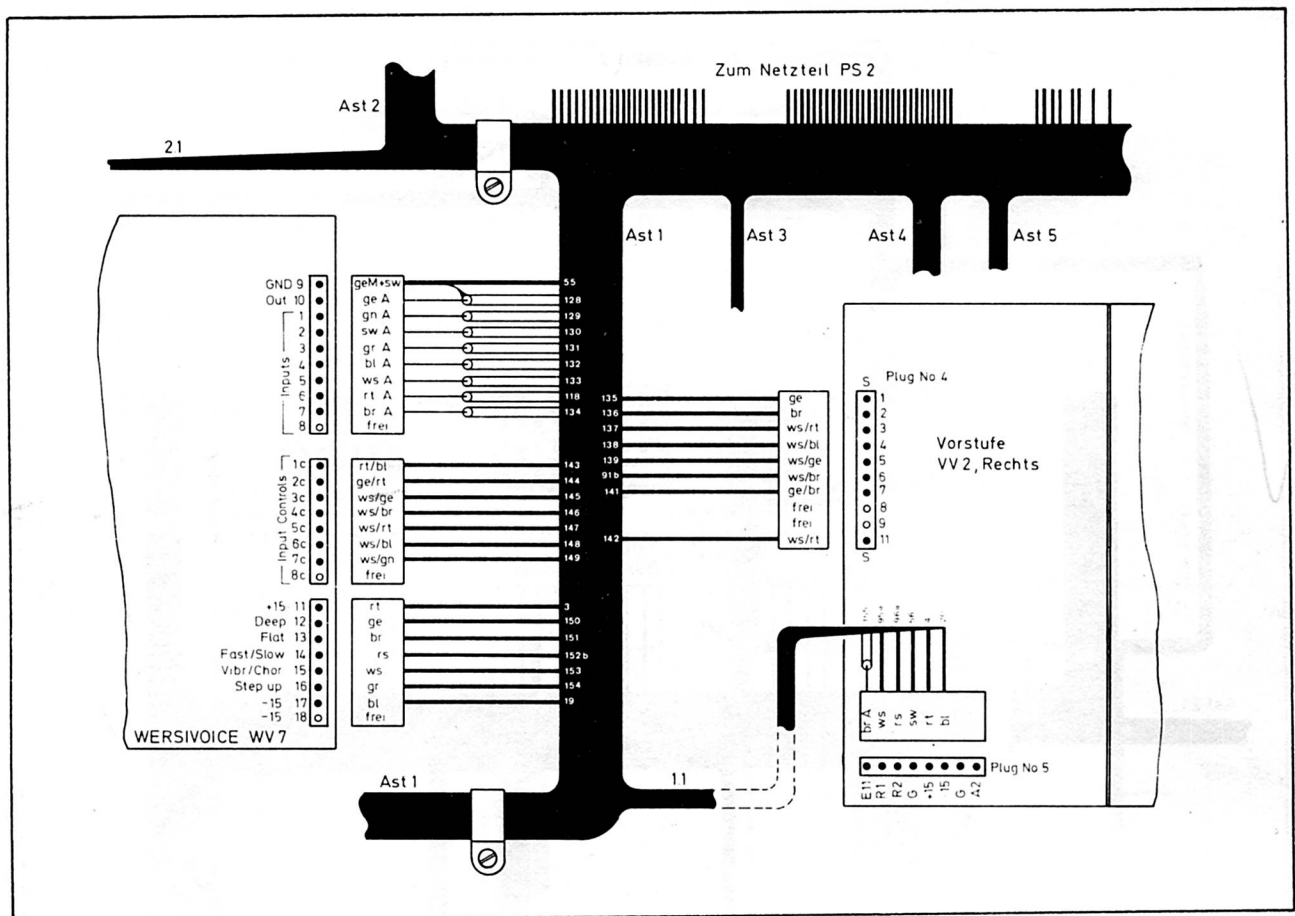

Abb. 52: Äste 1 und 1.1 am WERSIVOICE und an der Vorstufe VV 2 rechts
7. Am Ast 1 nach Abb. 52 vier Buchsengehäuse (2 x 10-polig und 2 x 8-polig, aus den Bausätzen WERSI-VOICE und Vorstufe) anschließen.
Wenn bei einer abgeschirmten Leitung der Hinweis "M" (für Masse = Abschirmung) fehlt (wie z.B. bei den Leitungen 129 bis 134 in Abb. 52) so bedeutet dies, daß hier nur die Ader angeschlossen wird. Abschirmung in diesen Fällen restlos abschneiden und die äußere Kunststoff-Ummantelung etwas nach vorne schieben, so daß keine Drähte des Abschirmgeflechts mehr heraussehen. – Gegenbeispiel: Die Leitung Nr. 128 in Abb. 52 ist an der Ader mit "ge A" und an der Abschirmung mit "ge M" bezeichnet, hier werden sowohl die Ader, als auch die Abschirmung angeschlossen.
8. Am Ast 1.1 nach Abb. 52 ein 8-poliges Buchsengehäuse anschließen.